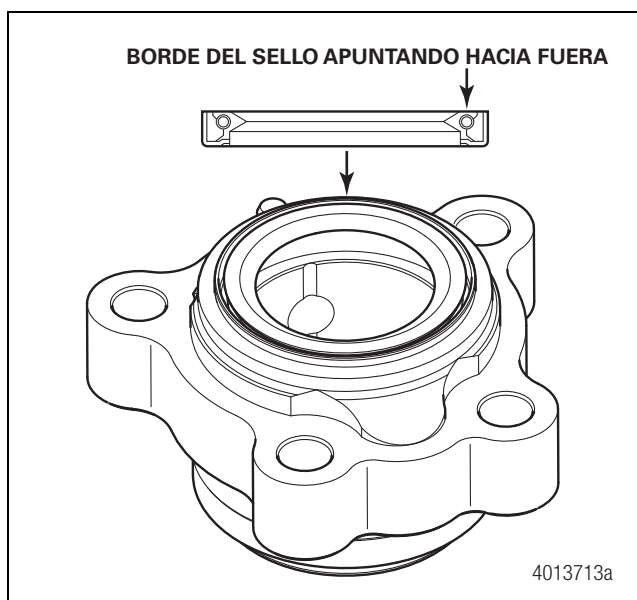

Figura 11.50
13. Coloque el segundo sello nuevo en el lado opuesto de la carcasa, con el borde del sello apuntando hacia fuera, en dirección opuesta al buje. Figura 11.50.